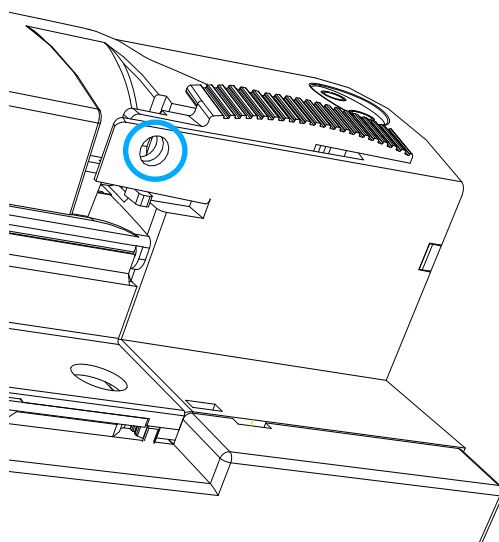

Figura 10: Orificio M2 del pasador para precintarse el acceso al diferencial.
- 5.- Poner el pasador selector de modo en Modo Automático (ON).
**Nota :** El pasador dispone de un orificio M2 donde se puede pasar un precinto o candado para bloquear el acceso al diferencial y cualquier intento de reconexión manual (**Figura 10**).